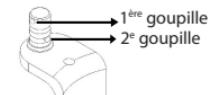

Figure 21
- Si un raccordement fixe est préféré, la deuxième goupille doit être alignée avec une des rainures, et la lame ALIF poussée vers le haut. Lorsque la deuxième goupille est engagée dans le porte-lame à raccord rapide, la lame ALIF reste fixe. (Figure 21)